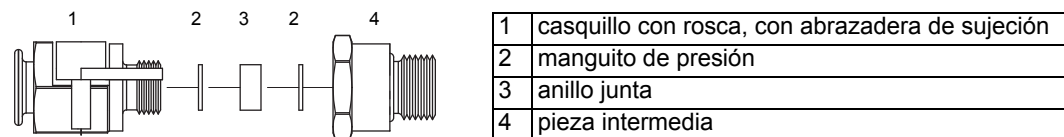
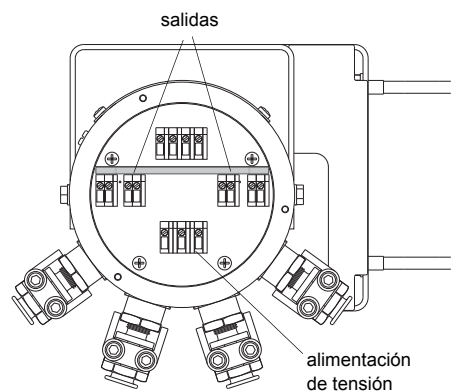

Fig. 8.6: Prensaestopas de minería M25
Fig. 8.7: Bornes para la conexión de la alimentación de tensión y de las salidas
- Hacer pasar el cable de alimentación a través del casquillo con rosca (1), los manguitos de presión (2), el anillo junta (3) y la pieza intermedia (4) a la caja (véase Fig. 8.6).
- Atornillar la pieza intermedia (4) en la caja (véase Fig. 8.6).
- Fijar el casquillo con rosca (2) y la pieza intermedia (4) con la abrazadera de sujeción apretando firmemente los tornillos de la abrazadera de sujeción.
- Conectar los conductores en los bornes del convertidor de medición (véase Fig. 8.7 y Tab. 8.2).
- Hacer pasar el cable de salida a través del casquillo con rosca (1), los manguitos de presión (2), el anillo junta (3) y la pieza intermedia (4) (véase Fig. 8.6).
- Fijar el casquillo con rosca (1) y la pieza intermedia (4) con la abrazadera de sujeción apretando firmemente los tornillos de la abrazadera de sujeción.
- Conectar los conductores en los bornes del convertidor de medición (véase Fig. 8.7 y Tab. 8.4).